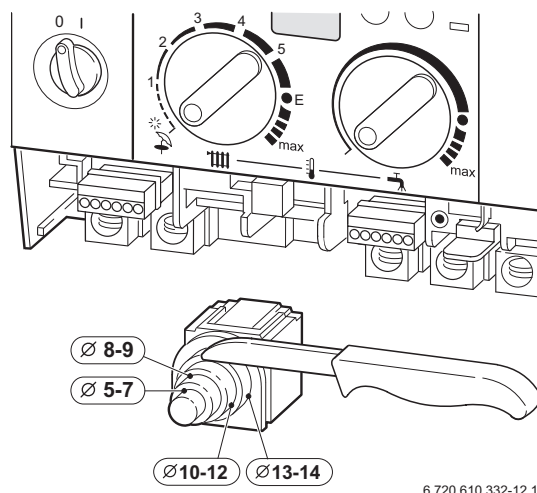

Fig. 14
- ▶ Realizzare il collegamento elettrico mediante un interruttore bipolare, avente almeno 3 mm di distanza tra i contatti, fig. 14.